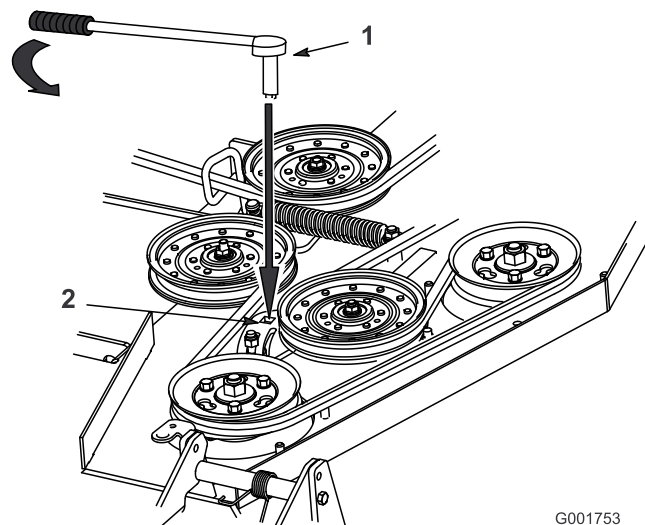

Figura 47
- Si es necesario realizar un ajuste, afloje la chapa de la polea tensora para ajustarla (Figura 47).
- Introduzca una llave de carraca en el taladro cuadrado de la chapa de la polea tensora del cortacésped para ajustar la tensión (Figura 47).
- Para aumentar la tensión de la correa, gire la llave de carraca para desplazar el brazo de la polea tensora fija hasta que note una mayor resistencia y la polea tensora tensada con muelle deje de moverse (Figura 47).
- Manteniendo la tensión de la correa, apriete los pernos que fijan la chapa de la polea tensora (Figura 47).
- Ajuste la tensión de la correa y de la chapa de la polea tensora, si es necesario, y apriete firmemente todos los herrajes (Figura 47).